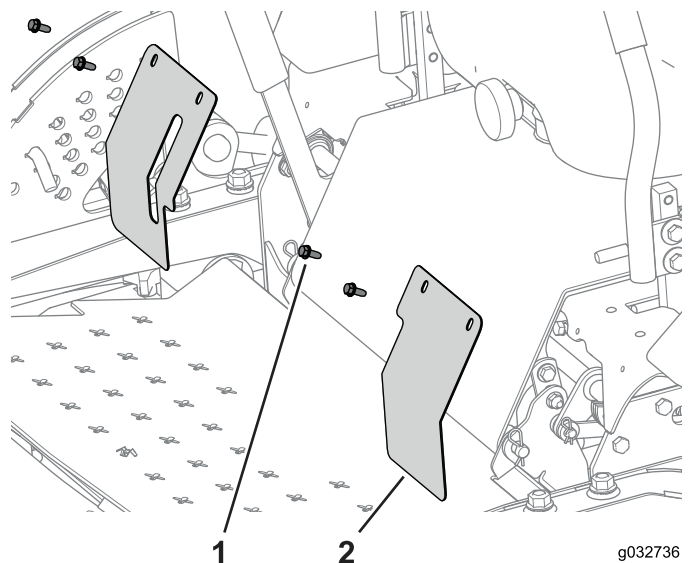

Figura 128
3. Utilize os parafusos (¼ pol. x ⅝ pol.) para prender as placas da cobertura à máquina (Figura 128).